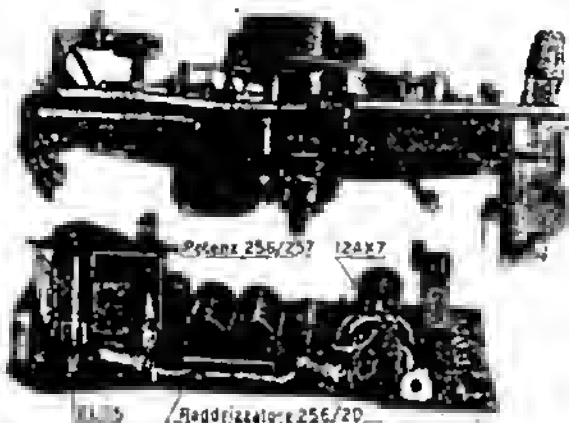

Fig. 8
Taratura dell'indicatore del livello di registrazione. - La resistenza semifissa (267) serve per la taratura dell'indicatore del livello di registrazione. Essa viene regolata in fabbrica in sede di collaudo e non è quindi necessario, normalmente, ritoccarne la regolazione: nel caso però in cui, per sostituzione delle valvole o per altri motivi, le variazioni luminose fossero insufficienti od eccessive si operi come segue (fig. 8):